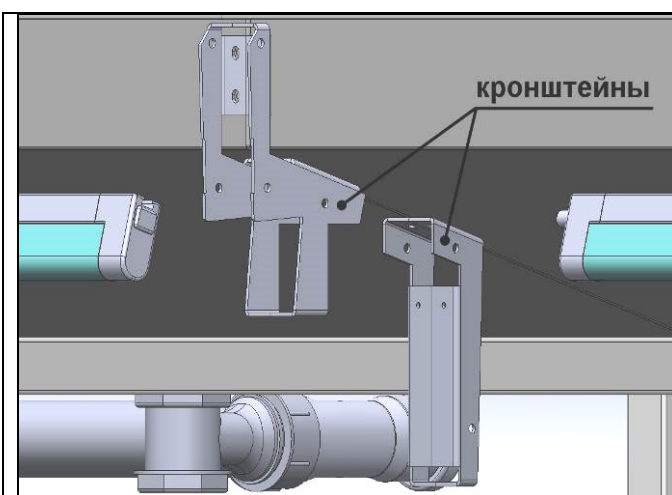

рис. 7
6. Перед установкой стёкол – антизапотевателей на витрины Aurora MG BASIC, необходимо установить регулируемые клипсы в отверстия стоек (рис.7).
- с помощью прижимной планки и винтов нержавеющей впотай М6х35 в заднем продольном профиле (рис.7)
- через отверстия в кронштейнах декоративного бампера и нижней декоративной панели с помощью шпильки М6х125 (рис. 7).,